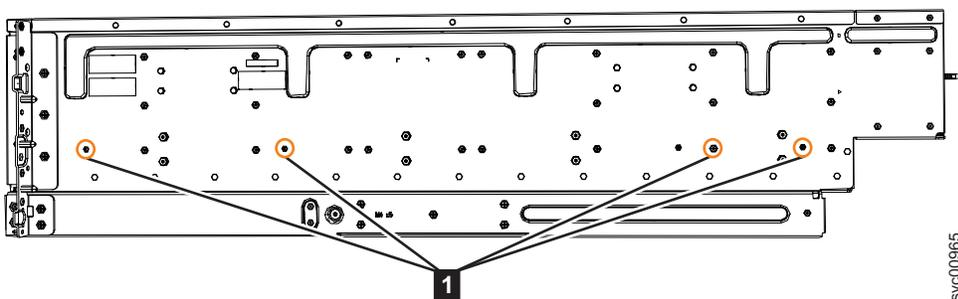

図 91. 内部レールをエンクロージャーに取り付けるねじの位置
4. 4 本の M4 ねじを使用して、内部レールをエンクロージャーの側面に取り付けます。図 91 はねじの位置を示しています。